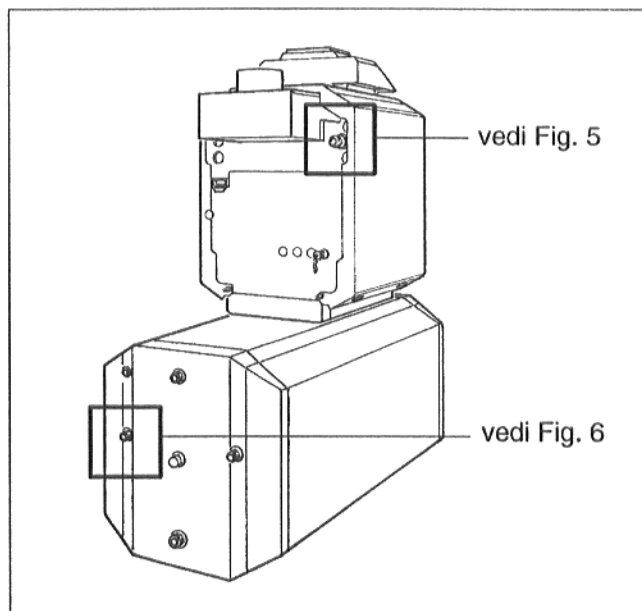
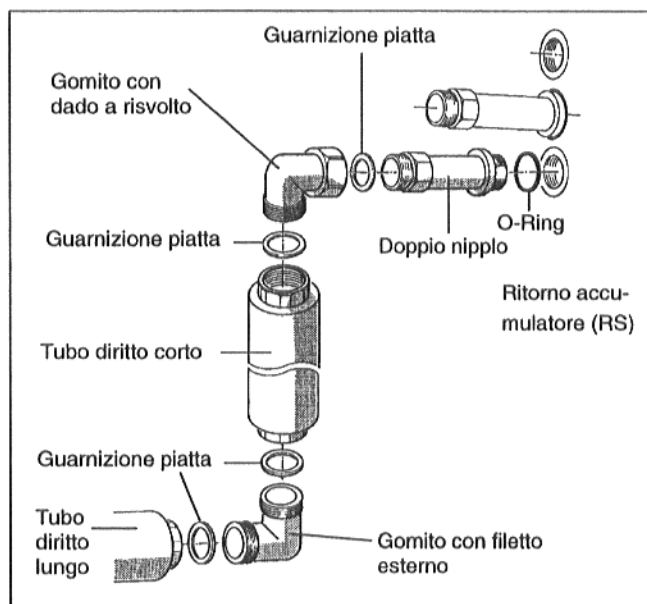
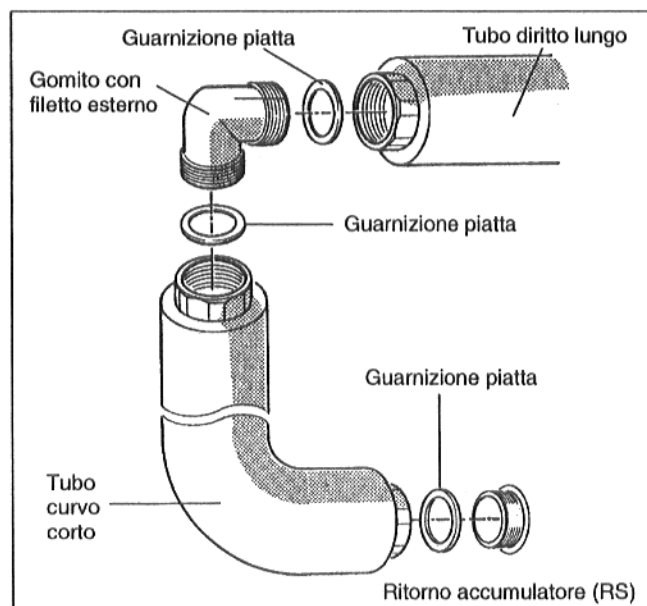

Fig. 4 Vista posteriore prima del montaggio
Fig. 5 Ritorno accumulatore a livello della caldaia
Fig. 6 Ritorno accumulatore
- Collocare l'O-Ring nella scanalatura del doppio nipplo e avvitare quest'ultimo nel ritorno accumulatore a livello della caldaia (Fig. 4 e Fig. 5).
- Inserire la guarnizione piatta nel dado a risvolto di un gomito e avvitare quest'ultimo con il doppio nipplo (Fig. 4 e Fig. 5).
- Inserire la guarnizione piatta nel dado a risvolto di un tubo diritto corto e avvitare quest'ultimo al gomito (Fig. 4 e Fig. 5).
- Avvitare la guarnizione piatta su un gomito con filetto esterno e avvitare il gomito al tubo (Fig. 4 e Fig. 5).
- Inserire la guarnizione piatta nel dado a risvolto del tubo diritto lungo e avvitare il tubo orizzontalmente al gomito (Fig. 4 e Fig. 5).
- Collocare la guarnizione piatta sul secondo gomito con filetto esterno e avvitare il gomito al tubo orizzontale (Fig. 4 e Fig. 6).
- Inserire la guarnizione piatta nel dado a risvolto del tubo curvo corto e avvitare il tubo al ritorno accumulatore (Fig. 4 e Fig. 6).